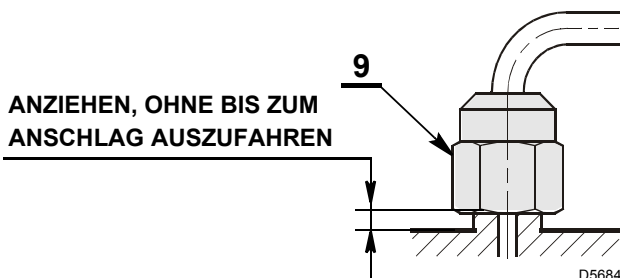

Abb. 14
Bei der Montage des Düsenstocks die Mutter (9) anschrauben wie in Abb. 14 dargestellt.